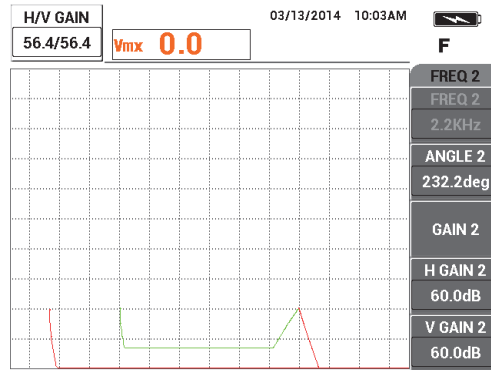

Abbildung 5-119 Einstellen der Signalamplitude von FREQ 1
8. Drücken Sie die Direktzugriffstaste GAIN (**dB**) und stellen Sie die Signalamplitude von Frequenz 1, so dass sie exakt 6 Skalenteile vom Nullpunkt entfernt liegt (auf der linken Seite) [siehe Abbildung 5-119 auf Seite 228].